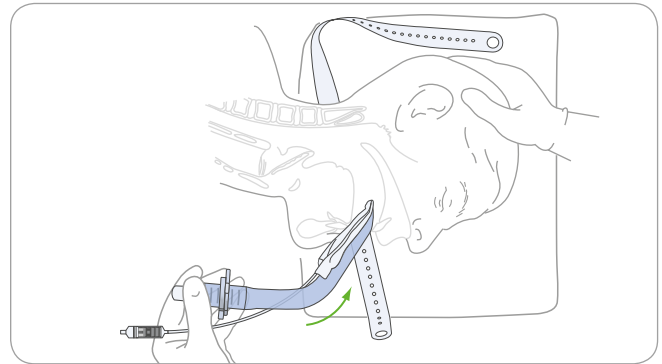

Figura 10. Siga introduciendo el manguito en la boca y mantenga la presión contra el paladar
8. Presione la punta distal contra el plano interno de las encías o los dientes superiores como se muestra en la **Figura 10**.